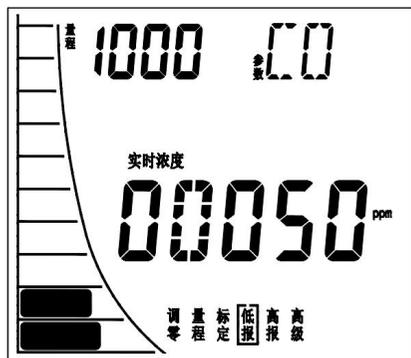

图 7.8 低报设置
**操作方法：**在设置状态下，将功能光标移动至“低报”，按下“确认”按键，屏幕显示气体探测器内部低报数值。如图 7.8 所示。